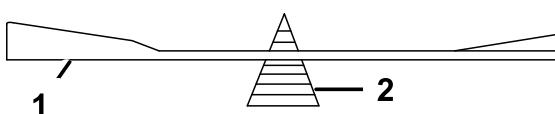

Figure 51
2. Vérifiez l'équilibre de la lame en la plaçant sur un équilibrEUR (Figure 51).